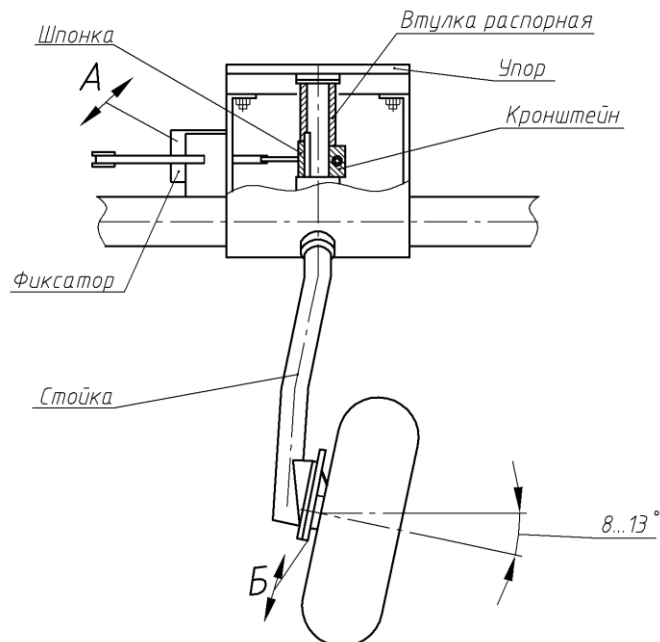

Рисунок 7 – Установка левого колеса
6.3.3 Вставьте стойку левого колеса в жатку (рисунок 7), установите кронштейн и шпонку. Затем установите втулку распорную и закрепите сверху упор. Стойка колеса должна упираться в пластину упора. Зажмите клеммное соединение кронштейна, при этом вилка кронштейна должна находиться по центру фиксатора. Поверните колесо в рабочее положение и зафиксируйте.
- повернуть рукоятку фиксатора левого колеса (рисунок 7) в рабочее положение (см. схему на жатке) и движением трактора назад добиться поворота колеса до фиксации в рабочем положении;